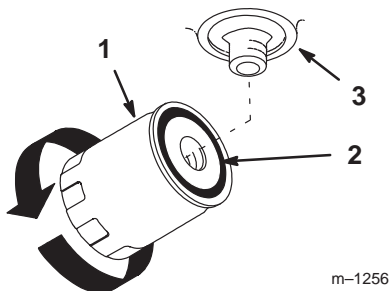

Figure 45
4. Appliquez une fine couche de liquide hydraulique sur le joint en caoutchouc du filtre de rechange (Fig. 45).
7. Quand le liquide déborde, tournez le filtre dans le sens horaire jusqu'à ce que le joint en caoutchouc rejoigne l'adaptateur, puis donnez un demi-tour supplémentaire (Fig. 45).